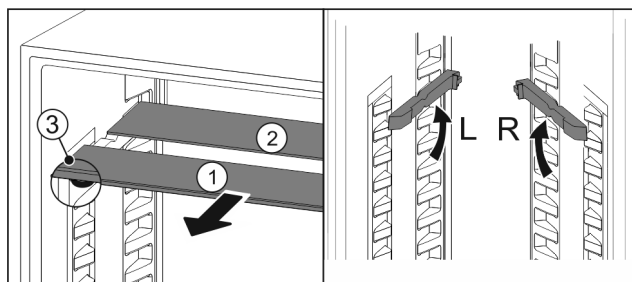

Fig. 117
- ▶ Izvucite Fig. 117 (1) staklene ploče jednu po jednu prema naprijed.
- ▷ Staklena ploča Fig. 117 (1) s ukrasnom letvicom nalazi se sprijeda.
- ▷ Zaustavljači Fig. 117 (3) su usmjereni prema dolje. Uređaji sa zamrzivačem.*